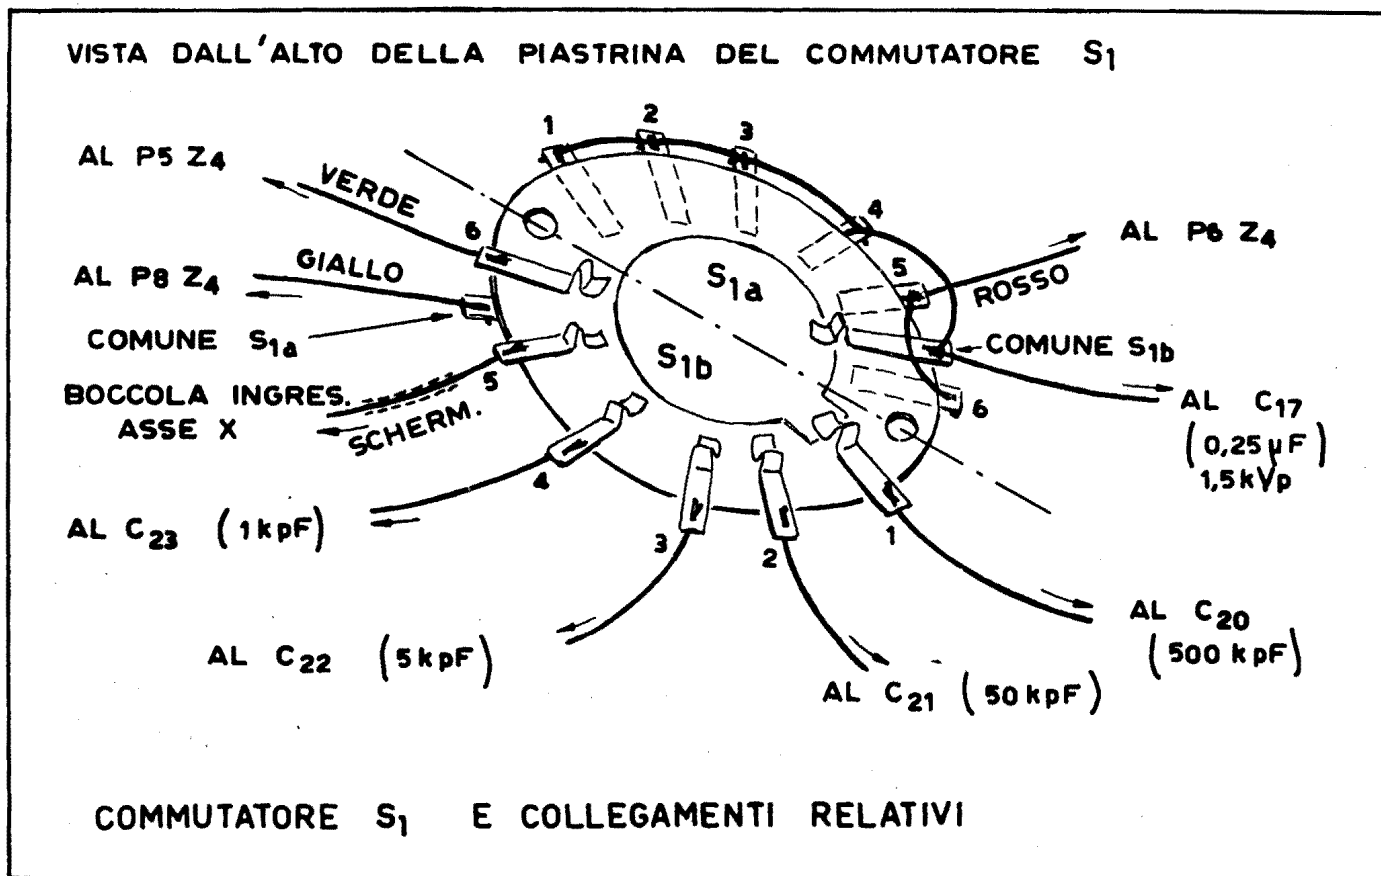

Fig. 11
a) - COLLEGHI LE LINGUETTE, CORRISPONDENTI ALLE POSIZIONI 1, 2, 3, 4 DELLA SEZIONE S1a , CON IL COMUNE DELLA SEZIONE S1b , USANDO FILO NUDO RIGIDO (fig. 11).